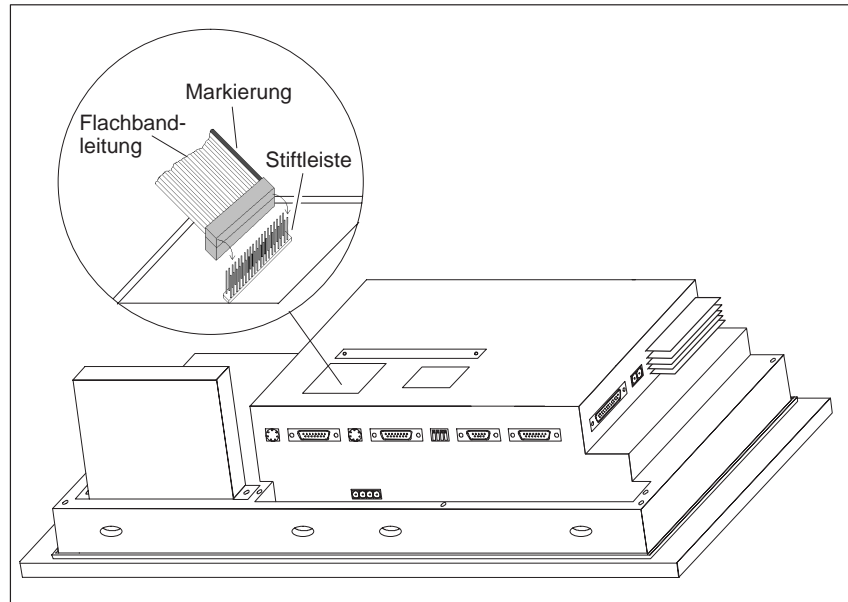

Bild 18-9 Stecker des Control Panel Interface stecken (Beispiel OP37)
3. Stecken Sie den Stecker der CPI-Flachbandleitung so auf die Stiftleiste des OP, daß die farblich markierte Seite der Flachbandleitung zur Gerätemitte hin zeigt (siehe Bild 18-9).